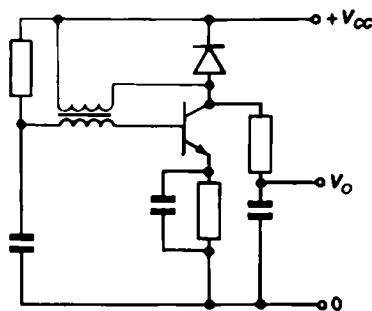

Figura Q.8
- 22 Fie figura Q.8. Oscilatorul folosit se numește:
- 23 Fie figura Q.8. Semnalul de ieșire al circuitului este: